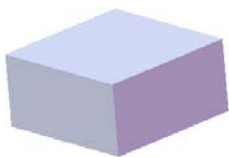
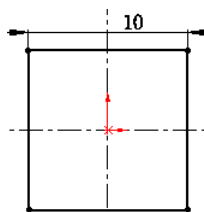

图 16.6.23 凸台—拉伸 1
图 16.6.24 横断面草图
Step2. 创建图 16.6.23 所示的零件基础特征——凸台—拉伸 1。
(1) 选择命令。选择下拉菜单 **插入(I)** → **凸台/基体(B)** → **拉伸(S)...** 命令（或单击“特征(F)”工具栏中的  按钮）。
(2) 定义特征的横断面草图。
① 定义草图基准面。选取前视基准面作为草图基准面。
② 定义横断面草图。在草图环境中绘制图 16.6.24 所示的横断面草图。
③ 选择下拉菜单 **插入(I)** → **退出草图** 命令，退出草图环境，此时系统弹出“凸台—拉伸”对话框。